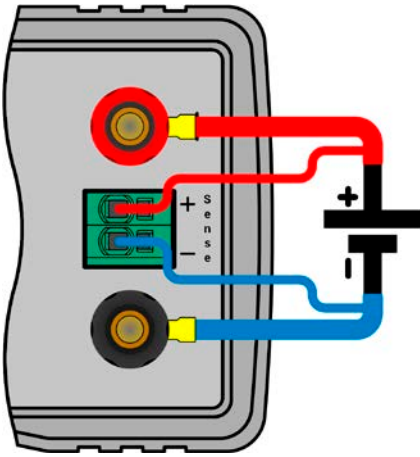

Bild 12 - Prinzip der Fernfühlungsverdrahtung
- Die Fernführung ist nur im Konstantspannungsbetrieb (CV) wirksam und der Fernführungsanschluß sollte möglichst nur solange angeschlossen bleiben, wie CV benutzt wird, weil die Schwingneigung des Systems durch Verbinden der Fernführung generell erhöht wird.
- (+) Sense darf nur am (+) der Quelle und (-) Sense nur am (-) der Quelle angeschlossen werden. Ansonsten könnte das Gerät beschädigt werden. Siehe auch Bild 12.